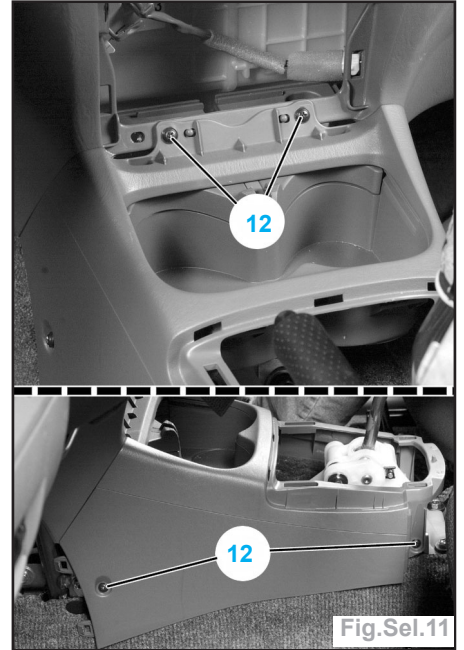

Fig.Sel.11
- déposer les 6 vis de fixation (12) de la console de plancher AV et la déposer (fig.Sel.11).